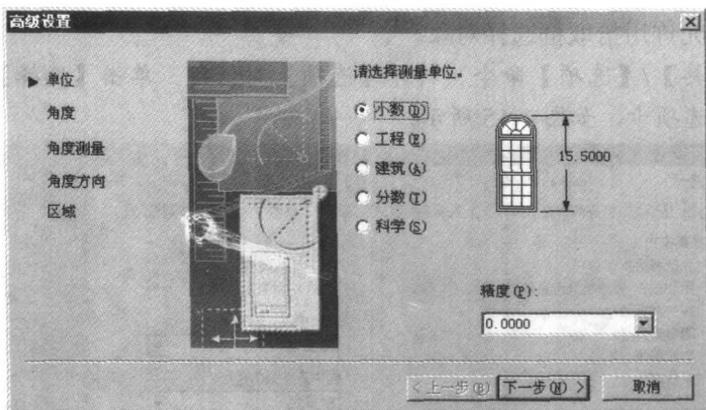

图1-17 设定长度单位的类型和测量精度
2. 在列表框中选择“高级设置”选项，弹出【高级设置】对话框，如图 1-17 所示，在此对话框中首先设定长度单位的类型和测量精度。